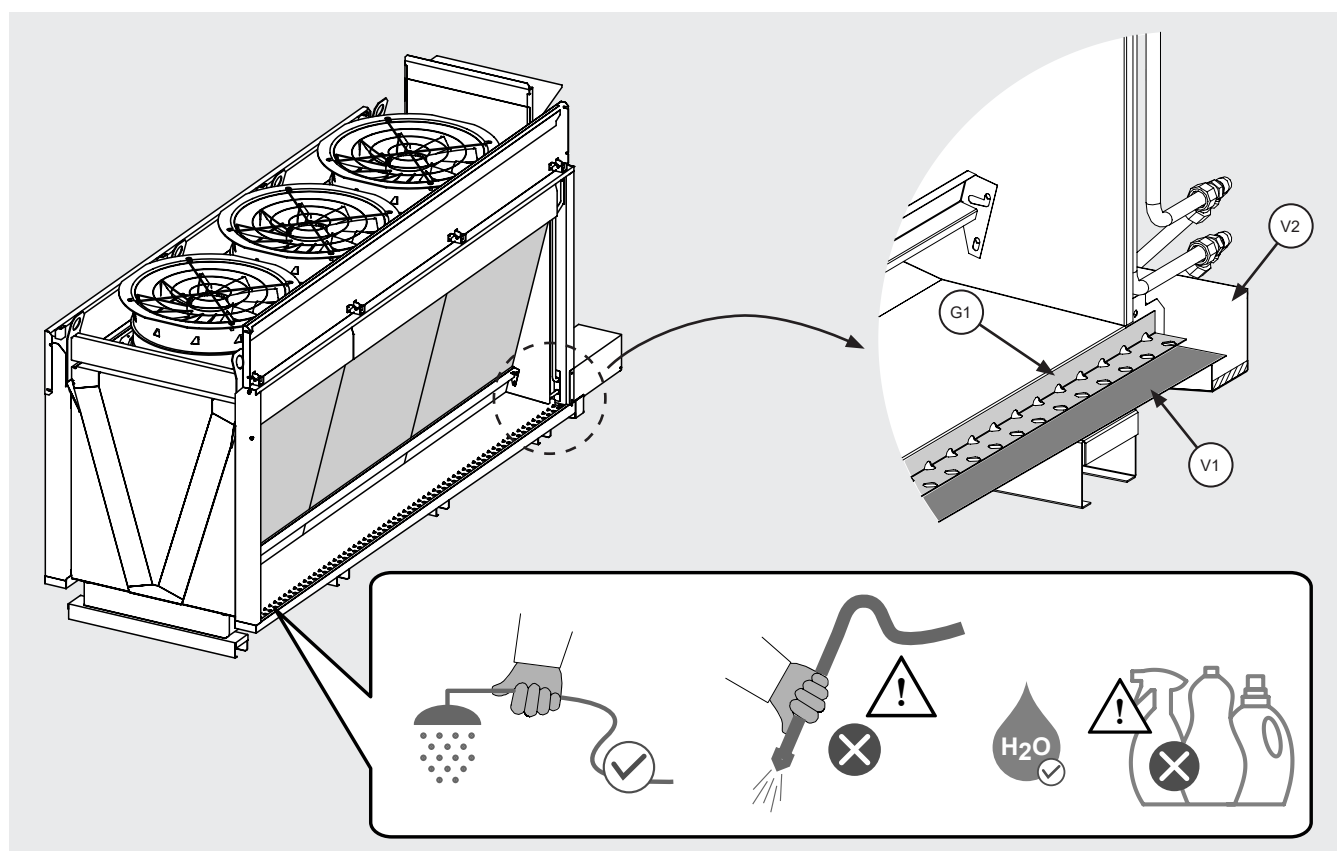

Figura 24
- 12.12.3 Il modello è dotato di n. 2 vasche interne di raccolta dell'acqua (V1) situate sotto le due file di pannelli adiabatici laterali. Si osservi la Figura 24.
- 12.13.7 Pulire con acqua corrente non in pressione facendo attenzione a non danneggiare le connessioni elettriche e i sensori di livello, v. Figura 2 e Figura 24. Non utilizzare acqua in pressione e/o sostanze detergenti o aggressive.